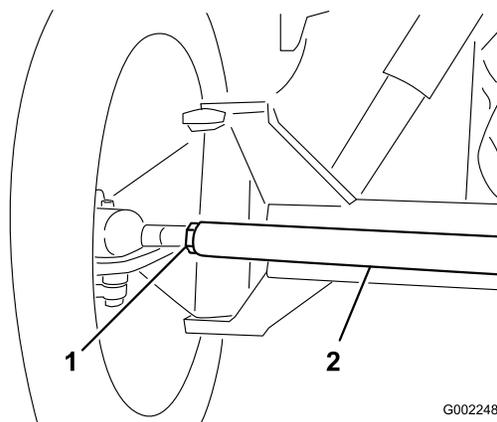

图 102
3. 如果测量值超出规定的范围、请松开横拉杆两端的锁紧螺母图 102。